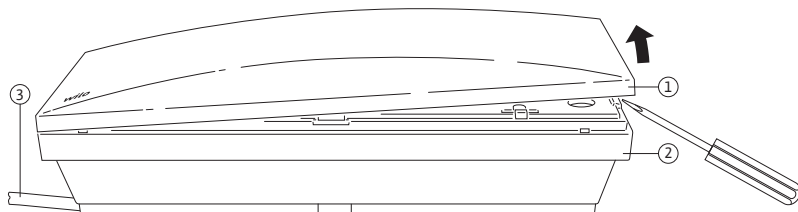

Fig. 18: Deckel der Elektronikbox abnehmen
- Deckel (Fig. 18, Pos. 1) der Elektronikbox vorsichtig an einer der Schmalseiten hochhebeln (z.B. mit Hilfe eines Schraubendrehers) und von der Elektronikbox (Fig. 18, Pos. 2) abnehmen.